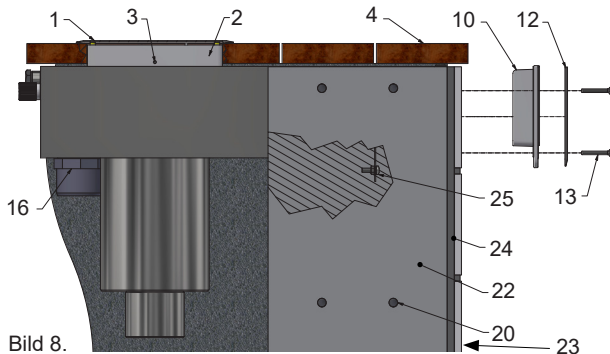
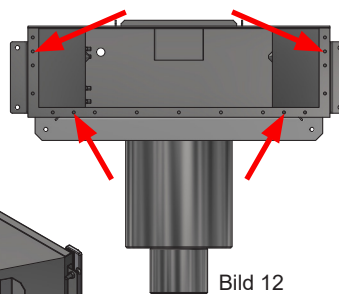

Bild 8.
Bild 12.
7. Montera väggbeklädnad (fix, kakel, mosaik etc.). Säkerställ att monteringshålen (enlig bild 12) för fästramen är fria så att fästramen går att montera senare.
8. Montera klaffluckan (17) och kontrollera att den sitter korrekt på plats och kan röra sig.
9. Montera fästramen (10) och fronten (12) med medföljande skruvar (4st M5x40), se bild 8.
12. Avrinningsröret (14) limmas i muffen (15) med lämpligt PVC-lim och monteras i bräddavloppet med medföljande packning och nippel (16). Anslut rörkopplingar till överbräddningen.